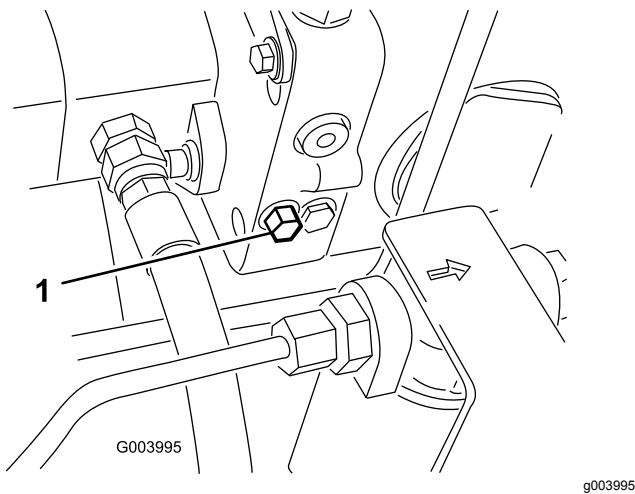

Bild 56
- Drehen Sie die Schraube des Sicherheitsventils um eine 1½ Umdrehungen, um das Ventil zu öffnen und Öl intern abzulenken (Bild 56).